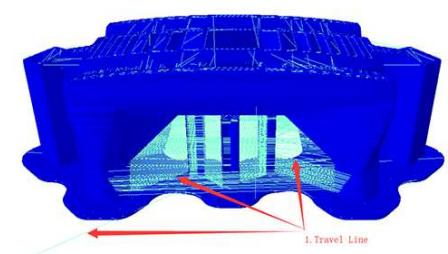

图 15
8. 空走速度（单位mm/s）：即喷头不挤出料丝时的移动速度，如图 15 中的箭头所指部分路径；**建议支撑表面速度范围为：10-150mm/s**